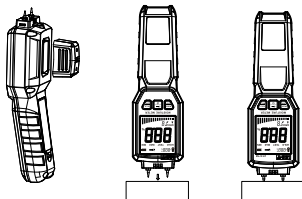

Figura 3
- 3) Desmunte la cubierta protectora y la funda de silicona, guarde la cubierta en el compartimento trasero (Figura 3).
- 4) Introduzca la sonda del producto verticalmente en el objeto a inspeccionar; la profundidad máxima de inserción corresponde a la posición límite de la sonda (Figura 3).